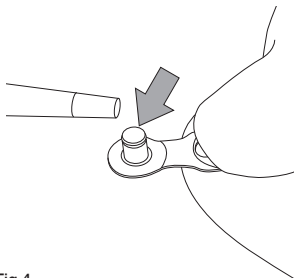

Fig.4
- Lubrificate i perni della C-Link™ utilizzando un lubrificante specifico per catene (Fig. 4).